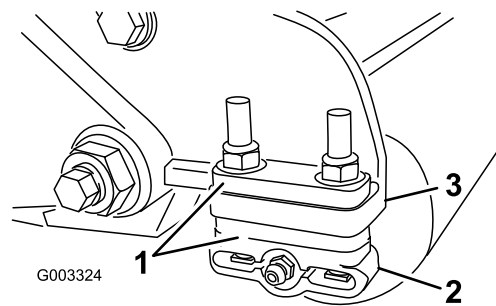

Figura 19
1. Ajuste los soportes del rodillo trasero (Figura 19) al intervalo de alturas de corte deseado colocando la cantidad necesaria de espaciadores debajo de la brida de montaje de la chapa lateral (Figura 19), según lo indicado en la Tabla de alturas de corte.